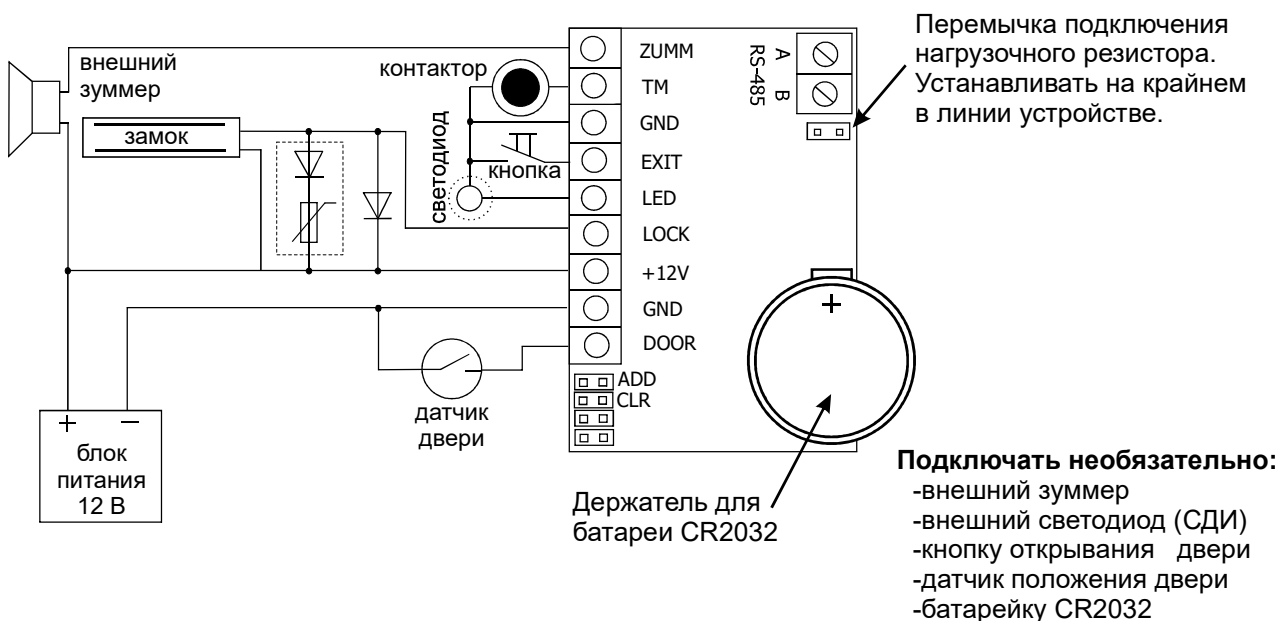

Рис.2 Схема подключения внешних устройств
- на входе - считыватель Matrix-II (мод. E) (или считыватель CP-Z-2 (мод. MF) при скрытой проводке) (см. рис.2, 3);
Б. Вход - по картам стандарта EM-Marine, выход - с помощью кнопки открывания замка (см. рис.2, 3):